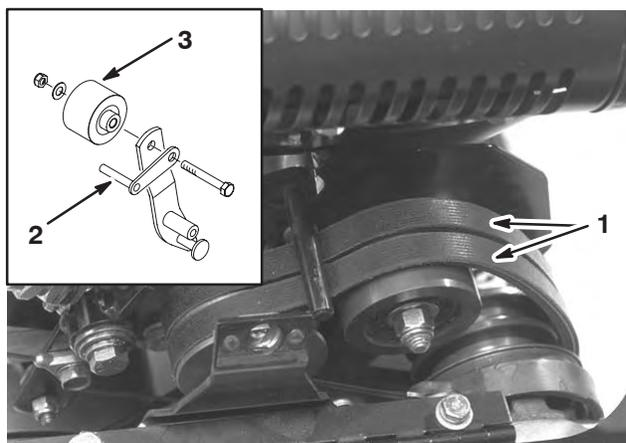

Figure 40
8. Pour pousser ou tirer la machine plus facilement sans mettre le moteur en marche, réglez le guide de courroie (Fig. 40, détail) comme suit :